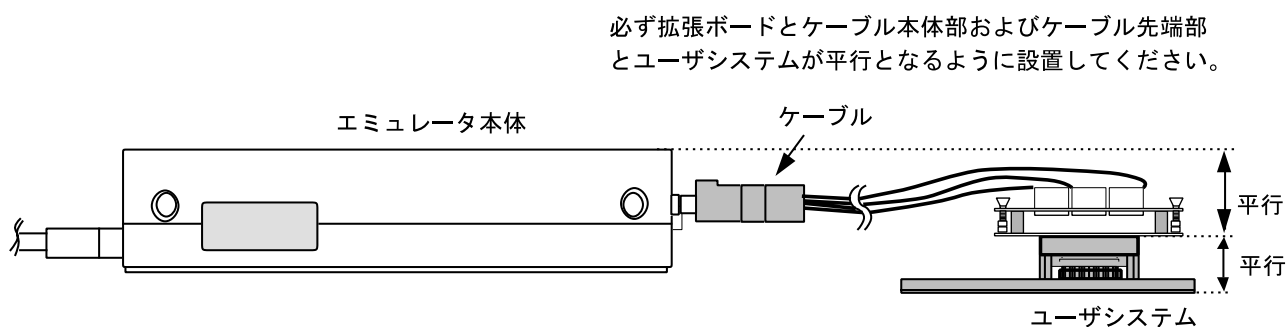

図 11 設置例
- (1) ユーザシステムへの接続時には1ピン位置に十分注意して、誤接続は絶対にしないでください。
- (2) 本ユーザシステムインタフェースケーブルを使用する場合の推奨マウントパッド寸法は、MCU 実装用マウントパッド寸法とは異なりますので注意してください。
- (3) 本ユーザシステムインタフェースケーブルは、HS2678EPI61H エミュレータ専用ですので、他のエミュレータ本体には使用しないでください。
- (4) ケーブル本体部が断線する可能性がありますので、本ユーザシステムインタフェースケーブルの上に重いものや金属等の角の尖ったものを置かないでください。
- (5) ユーザシステムに接続した状態では、ユーザシステムインタフェースケーブル、特にケーブル先端部に無理な力が加わらないように注意する必要があります。図 11 の設置例を参照してご使用ください。